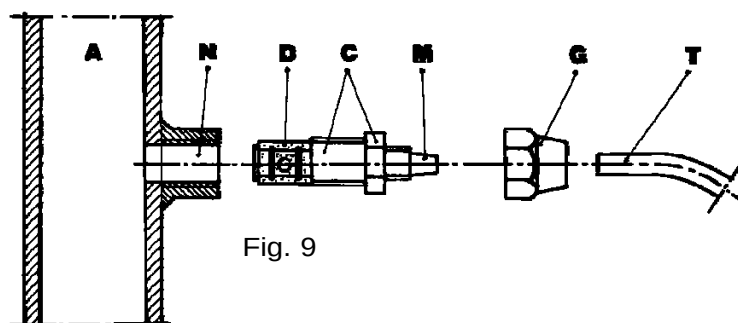

Fig. 9
- h. Sur la conduite de l'installation à traiter appliquer, à l'endroit le plus approprié pour injecter le produit à doser, un raccord de 3/8" gaz femelle. Ce raccord n'est pas compris dans la fourniture. Visser la soupape d'injection dans le raccord en utilisant comme joint un ruban en Téflon® (Fig. 9.) Raccorder le tube au raccord conique de la soupape d'injection et le bloquer avec la bague G. La soupape d'injection est également une soupape de non retour.
(fig.9)